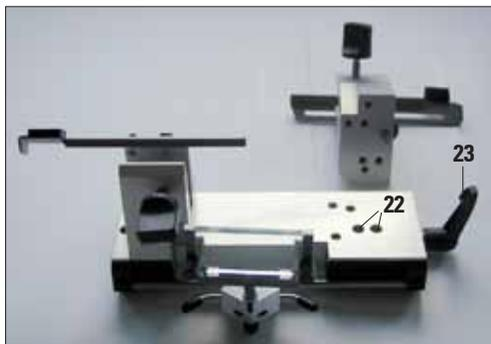

Fig. 11
2. Aflojar la palanca (23, Fig. 11) en el lado derecho del portacuchillas y seleccionar un ángulo libre de '0' (la raya índice tiene que coincidir con la cifra 0 (25)).
Volver a sujetar la palanca (23, Fig. 11). Si los cortes no resultan satisfactorios, ir aumentando el ángulo libre en pasos de 1° hasta lograr resultados óptimos.
Primero seleccionar un ángulo libre de '0'. Para esto, aflojar la palanca (23, ver Fig. 11) y hacer coincidir la raya índice (26) con la cifra '0' en la escala de ajuste del ángulo libre (27). Volver a sujetar la palanca (23). Si los cortes no resultan satisfactorios, ir aumentando el ángulo libre en pasos de 1° hasta lograr el resultado óptimo.